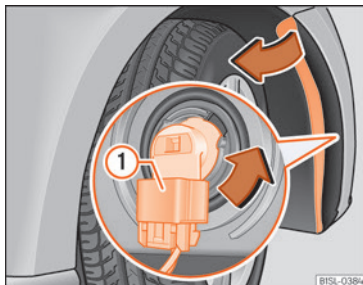

Fig. 51 Udskiftning af pære i forlygte
- Løsn tilslutningsstikket » » **Fig. 51** **(1)**, og træk det af.
- Drej pæreholderen » » **Fig. 51** helt **mod uret** i pilens retning, og træk den bagud og ud sammen med pæren.